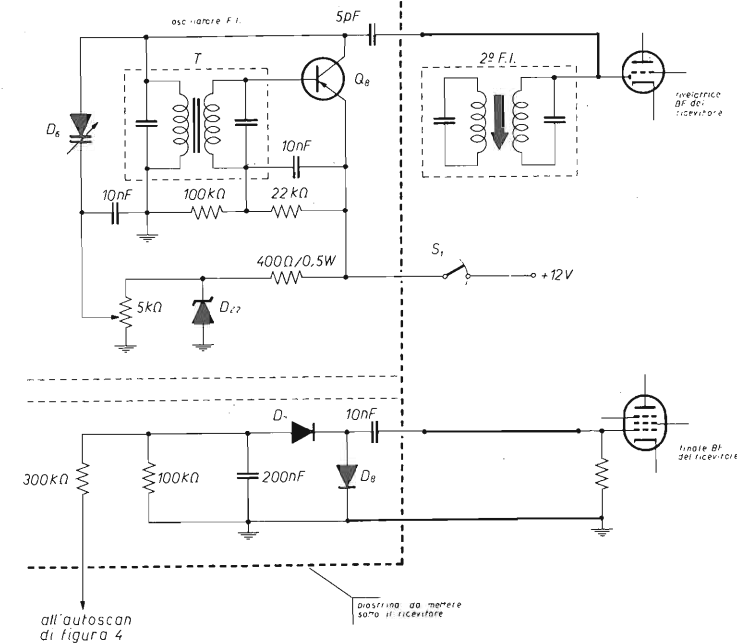

figura 7
- A) I circuiti in grassetto si riferiscono alla modifica, ricordarsi di interrompere il collegamento fra la R_k del pentodo e la massa. L'interruttore S_2 che mette a massa il CAG è in tandem con S_1 , di figura 7.
L'oscillatore di figura 7 impiega come induttori gli avvolgimenti di un trasformatore miniatura Philips da 467 kHz.